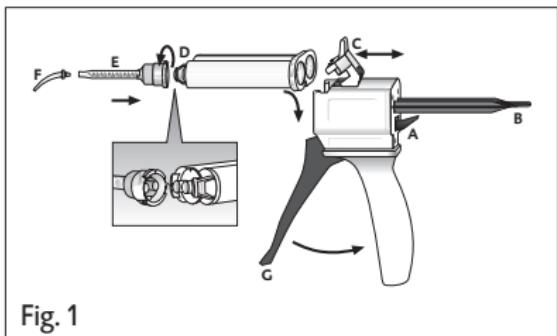

Fig. 1
1. Tryck spaken [fig. 1, pos. A] på baksidan av Automix-Dispenser uppåt och dra tillbaka slien [fig. 1, pos. B] helt.
2. Fäll upp plastspärren [fig. 1, pos. C], sätt i patronen och lås fast den med plastspärren [fig. 1, pos. C].
1. Vrid patronskyddet [fig. 1, pos. D] eller den använda blandningsspetsen 90° moturs och dra sedan av och släng det.
2. Sätt på en ny blandningsspets [fig. 1, pos. E].
4. Sätt på en ny Intraoral-Tip [fig. 1, pos. F].
- ▶ Tryck på spaken [fig. 1, pos. G] på Automix-Dispenser för att blanda materialet i blandningskanylen och applicera det sedan direkt.
1. Tryck spaken [fig. 1, pos. A] på baksidan av Automix-Dispenser uppåt och dra tillbaka sliden [fig. 1, pos. B] helt.
2. Fäll upp plastspärren [fig. 1, pos. C] och avlägsna patronen.